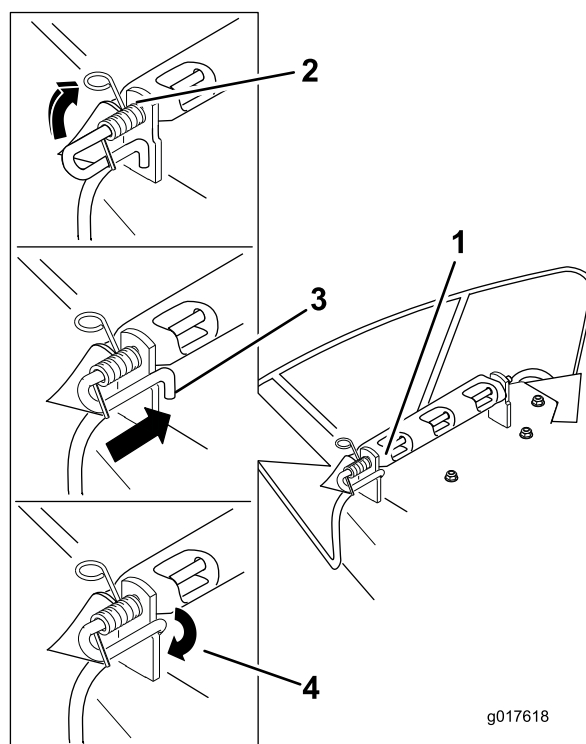

Figura 66
3. Coloque el nuevo deflector de descarga con los extremos de los soportes entre los soportes soldados de la carcasa, según se muestra en Figura 66.
6. Levante el extremo del muelle que tiene bucle y colóquelo en la muesca del soporte del deflector (Figura 66).
7. Fije el conjunto de varilla y muelle torciéndolo de manera que el extremo corto de la varilla pueda colocarse detrás del soporte delantero que está soldado a la carcasa (Figura 66).